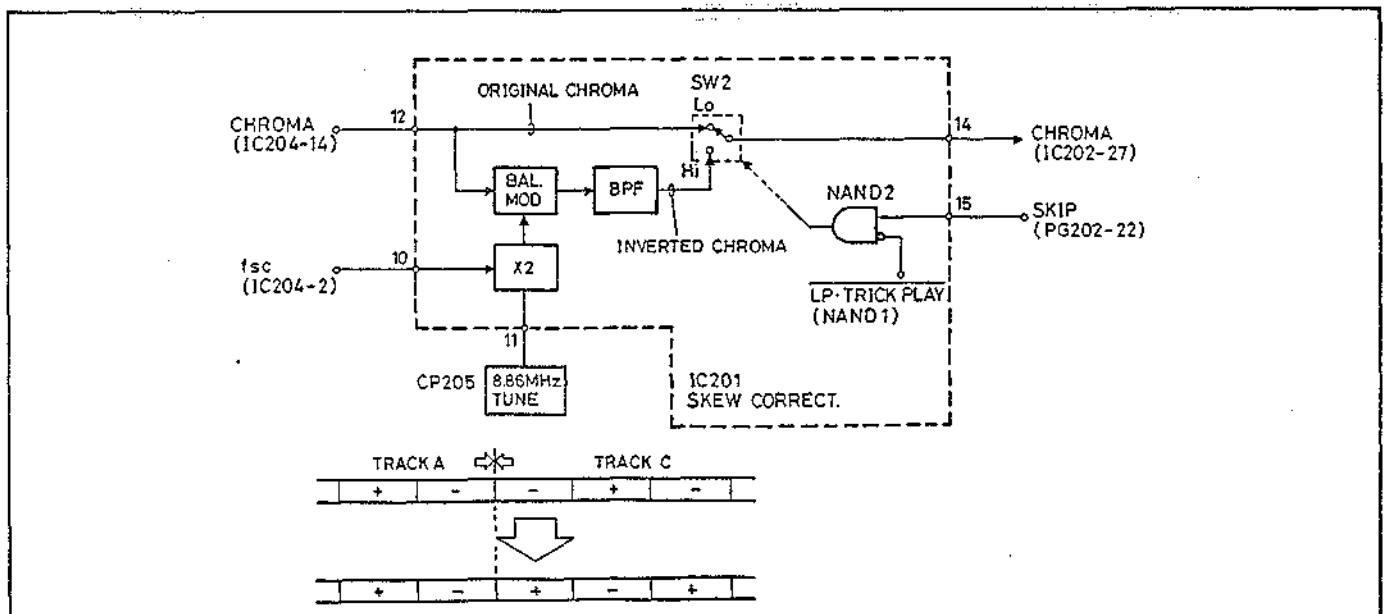

Abb. 5.29 Schräglauf-(Burstphase)-Korrekturschaltkreis
## (9) Burstphasen-Korrekturschaltkreis (Abb. 5.29)
## 1) Balanzmodulator (BAL. MOD) (Abb. 5.29)